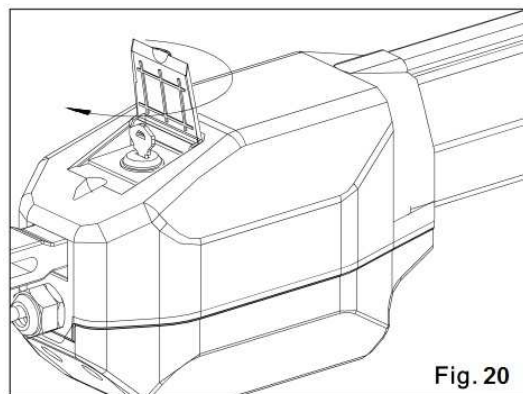

Fig. 20
- 2) Inserte la llave y gírala 90 °(Fig. 20)